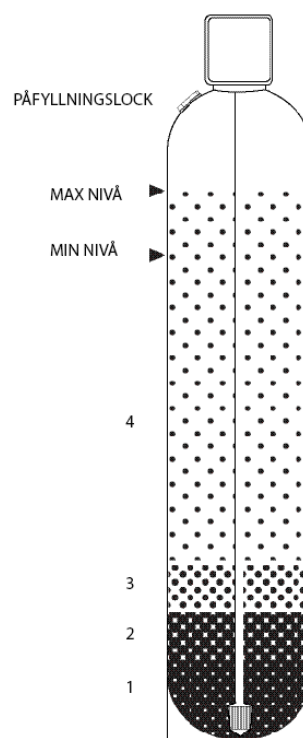

Fig 1
12. >Fyll i angiven mängd kis kornstorlek 5-8 mm, 1 fig 1.
>Fyll i angiven mängd kis kornstorlek 3-5 mm, 2 fig 1.
>Fyll i angiven mängd kis kornstorlek 1-2 mm, 3 fig 1.
>Fyll i angiven mängd avsyrningsmassan (ljusgrå), 4 fig 1.